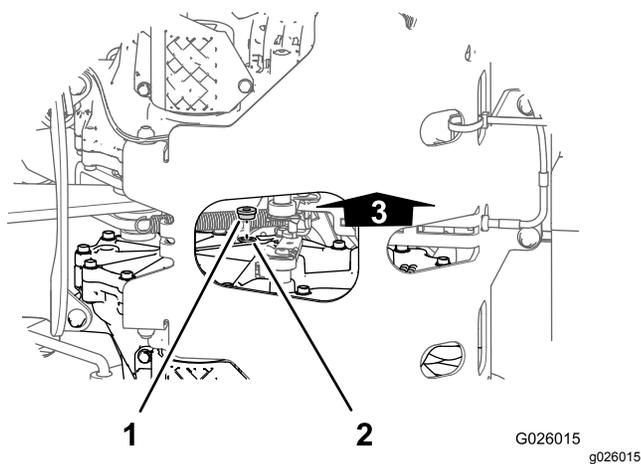
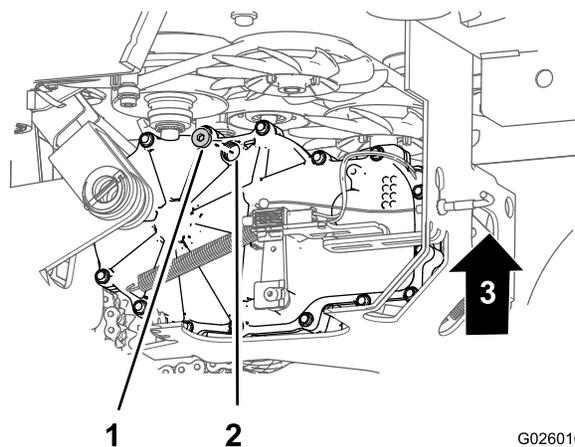

Figura 66
Figura 67
2. Alinee un recipiente debajo de los tapones de la mirilla de las transmisiones (Figura 66 y Figura 67).
3. En el lado interior de la transmisión, cerca de la parte superior, retire el tapón de la mirilla de una de las transmisiones (Figura 66 y Figura 67).